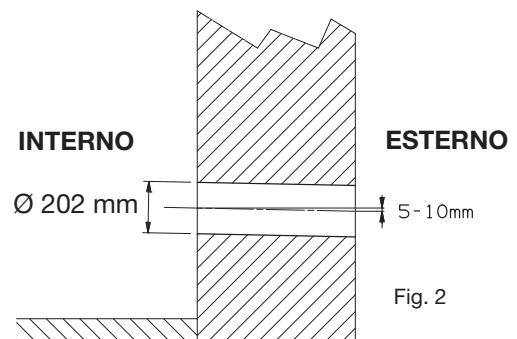

Fig. 2
- Eseguire i due fori per l'aria (A) come indicato sulla dima di foratura; eseguire il foro (B) per lo scarico condensa all'esterno (predisporre una pendenza verso l'esterno - Fig. 2).
- Poi, eseguire i fori per le staffe di appensione (C) nel muro usando i 2 fori per le staffe come indicato sulla dima di foratura.
- Poi, eseguire 4 fori (D) per fissare le catene delle griglie.